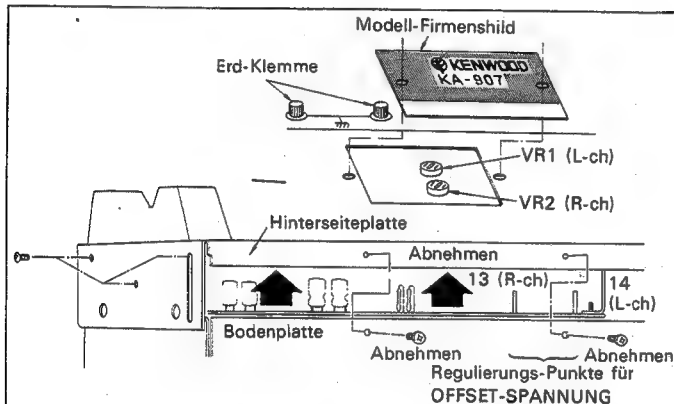

Abb. 1 OFFSET-SPANNUNG DES VORVERSTÄRKERS
3. Den halbeingebetteten Widerstand VR1 (VR2) so regulieren, daß die Gleichspannungsmesser-Ablesung 0V ist. (Abb. 1)